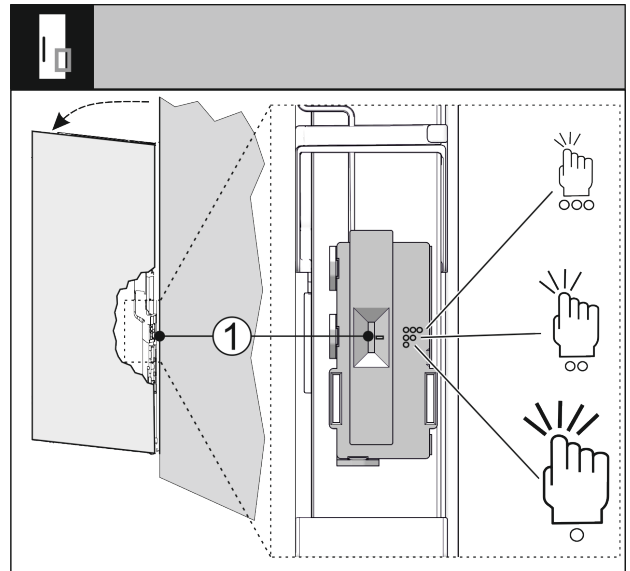

Fig. 32
您可以通过开关 Fig. 32 (1) 设置敲门传感器的灵敏度。该开关位于铰链侧门的下三分之一处。
- ▶ 将开关 Fig. 32 (1) 移到所需位置。